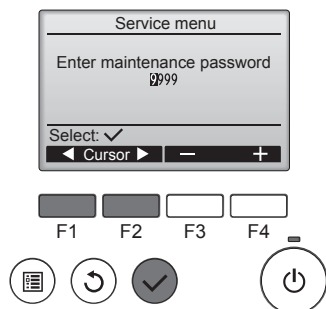

Fig. 7-3
- 2 При выборе сервисного меню появится окно с запросом пароля. (Fig. 7-3)